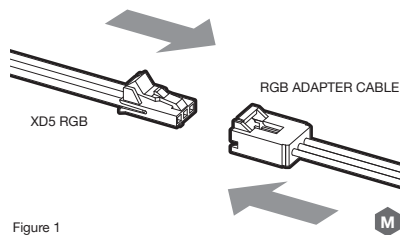

Figure 1
1. Verbinden Sie den XC5-RGB-Stecker mit der RGB-ADAPTERKABEL (M)-Buchse (Abbildung 1).